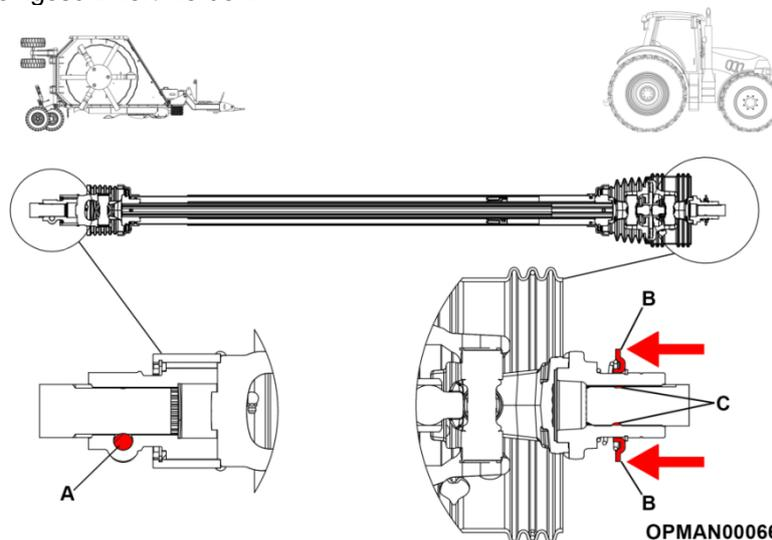

Abbildung 4.11 – An- und Abkoppeln der Eingangswelle des Army Master
- 4.5.1.1 Entfernen Sie nun den Kegelstift, die Unterlegscheibe und die Mutter von der Eingangszapfwelle der Maschine. Siehe Abbildung 4.11.
- 4.5.1.2 Montieren Sie die Eingangszapfwelle an das Verteilergetriebe, wobei der Schlitz in der Verteilergetriebewelle am Kegelstift der Eingangswelle auszurichten ist, siehe Abbildung 4.11 (A). Ersetzen Sie den entfernten Kegelstift, die Unterlegscheibe und die Mutter und ziehen Sie auf ein Drehmoment von 230 Nm fest.
- 4.5.1.3 Ziehen Sie den Gabelring der Eingangswelle nach hinten und richten Sie die Nuten und Verzahnungen mit denen der Zapfwelle der Zugmaschine aus, siehe Abbildung 4.11 (B).
- 4.5.1.4 Schieben Sie die Antriebsgabel auf die Zapfwelle der Zugmaschine, lösen Sie den Sicherungsring und positionieren Sie die Antriebsgabel so, dass die Schließringe auf der Zapfwelle der Zugmaschine sitzen, siehe Abbildung 4.11 (C).
- 4.5.1.6 Ziehen Sie den Gabelring der Eingangswelle nach hinten und ziehen Sie die Eingangswelle von der Zapfwellenverzahnung der Zugmaschine zurück, siehe Abbildung 4.11 (B).